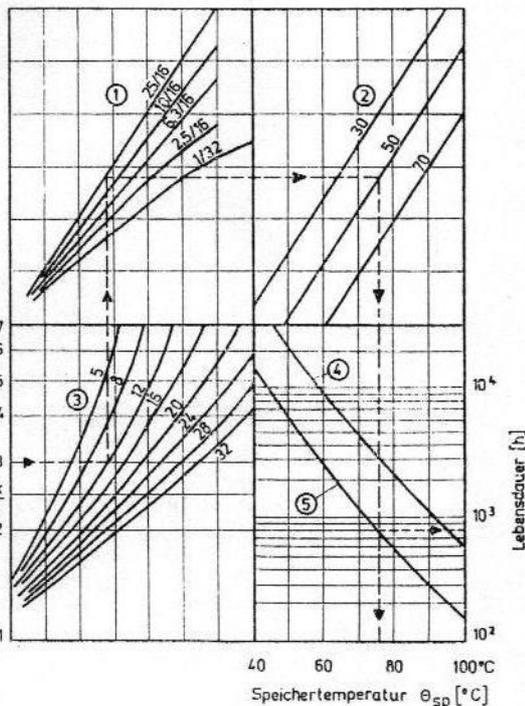

Abb. 3 Speichertemperatur und Lebensdauer der Gummibläse
(Temperatur im Gasraum) Ermittlung der Speichertemperatur nach Abb. 3
Erläuterungen zu Abb. 3	(1) Nenngröße [dm 3 ]
(2) Fluidtemperatur $\theta_1$ [°C]
(3) maximaler Betriebsdruck $P_{b,max}$ [MPa]
(4) Nenngröße 1 und 2,5
(5) Nenngröße 6,3 bis 25